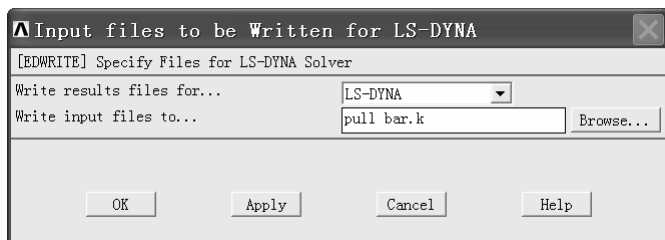

图 5-27 “Input files to be Written for LS-DYNA” 窗口
(3) 在 “Write input files to...” 窗口中 “文件名 (N):” 后的方框中输入 “pull bar.k”, 然后单击 “保存” 按钮返回到 “Input files to be Written for LS-DYNA” 窗口 (见图 5-27)。